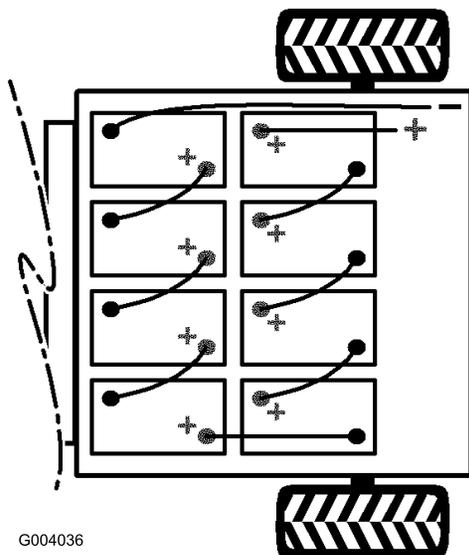

図 6
4. バッテリーを取り付ける (図 6)。
注 バッテリーを新しく積み込む場合には、極性に十分注意してください (図 6)。
6. 付属部品に入っているバッテリーケーブルで、バッテリーを相互に接続する 図 6。
7. 新しいボルト 5/16 x 3/4 インチとフランジナット 5/16 インチを取り付け、ボルトを締め付けて、クリップの反対側を固定する 図 6。
8. 長い、プラスのメインケーブル赤で、バッテリーを車両に接続する 図 6。
9. 長い、マイナスのメインケーブル黒で、バッテリーを車両に接続する 図 6。